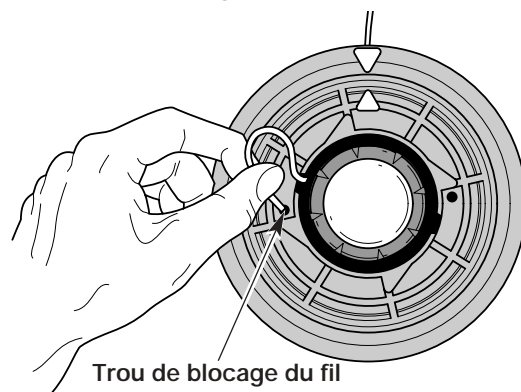

Fig. 16
5. Insérez le fil dans le trou de blocage (Fig. 16). N'enfonchez pas le fil de plus de 12,7 mm (1/2 po) dans le trou. S'il est inséré correctement, le fil forme une petite boucle (Fig. 16).